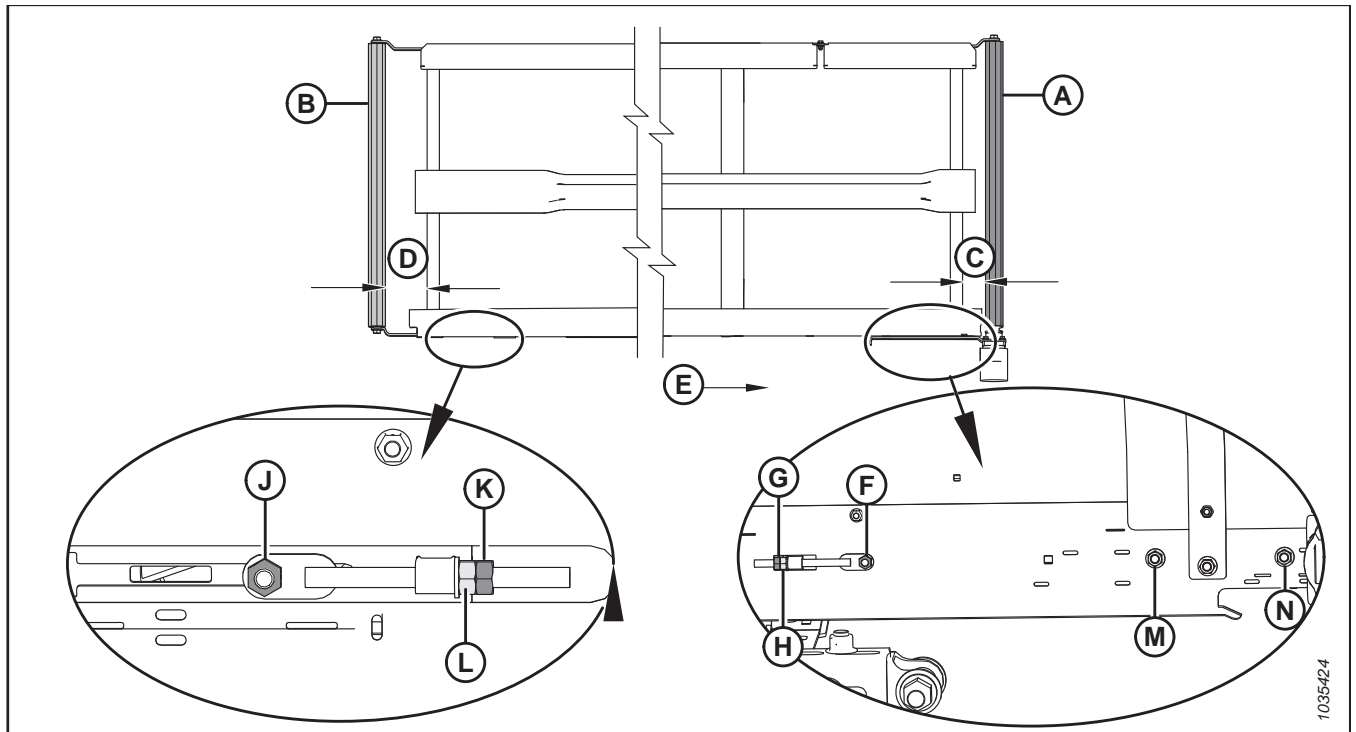

Figura 4.250: Regolazioni del centraggio dei tappeti – Tappeto sinistro
2. Regolare il rullo di trasmissione (A) per modificare C (vedere la tabella 4.2, pagina 695 e la figura 4.250, pagina 695) come segue:
- a. Allentare i dadi (F), (M) e (N) e il controdado (G).
- b. Ruotare il dado del regolatore (H).
- c. Serrare i dadi (F), (M) e (N) e il controdado (G).
3. Regolare il rullo folle (B) per modificare D (vedere la tabella 4.2, pagina 695 e la figura 4.250, pagina 695) come segue:
- a. Allentare il dado (J) e il controdado (K).
- b. Ruotare il dado del regolatore (L).